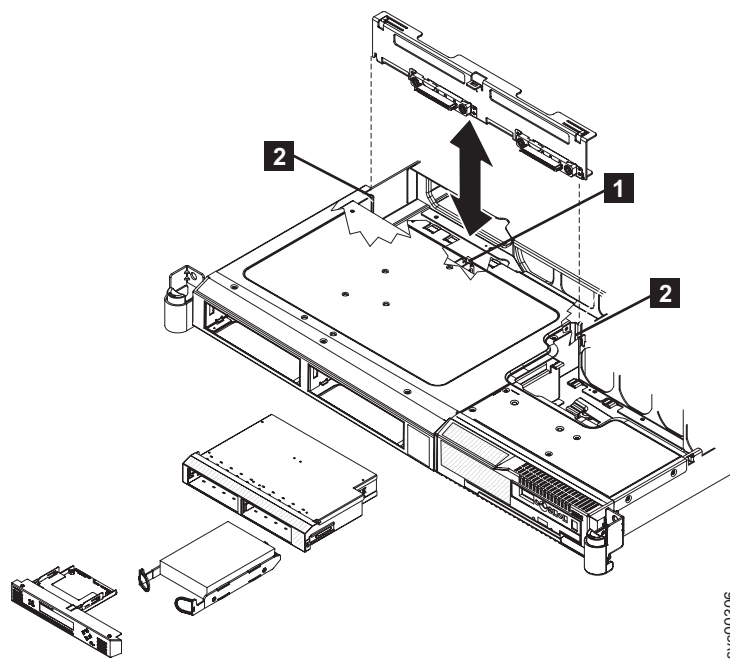

図 124. SAN ボリューム・コントローラー 2145-8G4の SATA ケーブル・アセンブリー (バック・プレート付き) を取り外す方法
8. 図 124 に示すように、ロック用タブ **1** を押して、ノードからバック・プレートを少し持ち上げます。電源ケーブルを取り外し、バック・プレートを除去します。